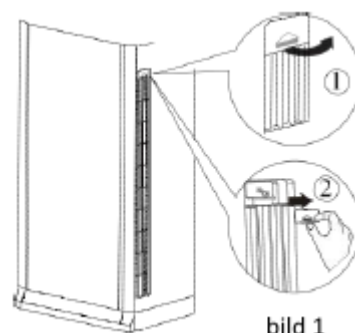

bild 1
1. Öppna luftintagspanelens skruvar. Öppna skruvlocken på bägge sidor som det visas på bild 1 i punkt ①. Lossa skruvarna på bägge sidor av luftintagspanelen med skruvmejsel.